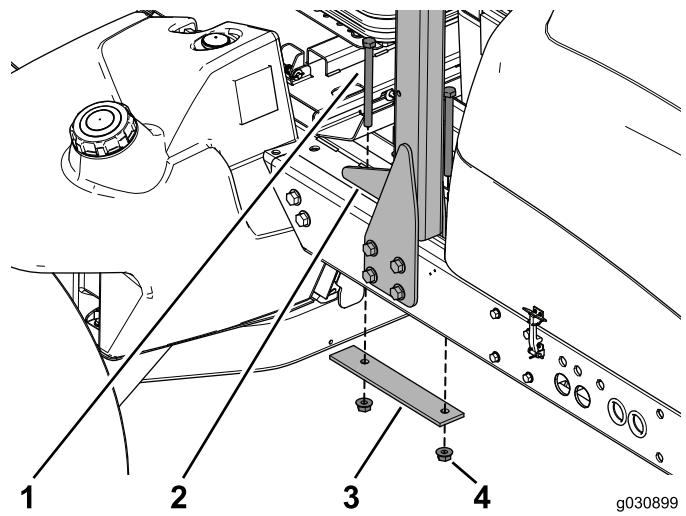

Figura 2
3. Retire e guarde os dois parafusos, a placa de reforço e as duas porcas flangeadas que prendem o ROPS à parte superior da estrutura (Figura 2).